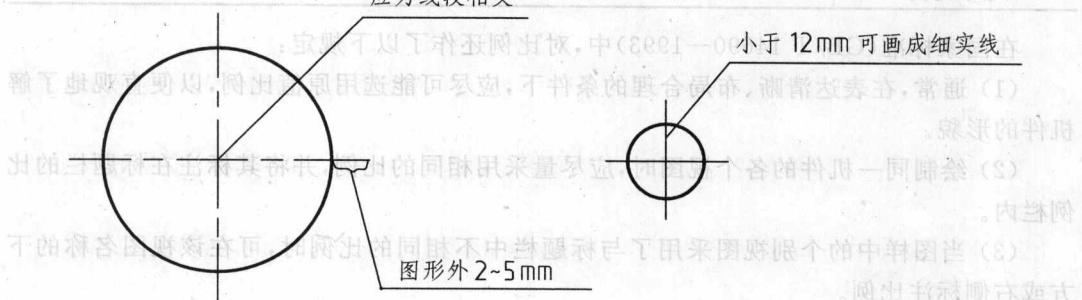

图 1-7 圆的中心线的画法
(3) 绘制圆的对称中心线时,圆心应为线段与线段的交点;点画线应超出圆的轮廓线外 2mm~5mm,且轮廓线外不能出现点画线中的点,见图 1-7(a)。当所绘制的圆的直径较小,画点画线有困难时,中心线可用细实线代替,见图 1-7(b)。
(4) 虚线、细点画线与其他图线相交时,都应交到线段处。当虚线处于粗实线的延长线上时,虚线与粗实线间应留有间隙。